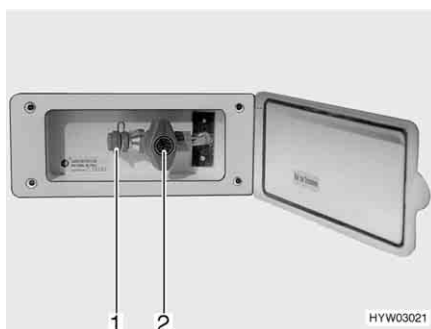

Fig. 116 Presa gas esterna, rubinetto di arresto del gas chiuso
La presa gas esterna si trova (Fig. 116) sul lato anteriore destro vicino al vano portabombole.
- Collegare l'apparecchio a gas esterno all'attacco (Fig. 116,1).
- Aprire il rubinetto di arresto del gas (Fig. 116,2).